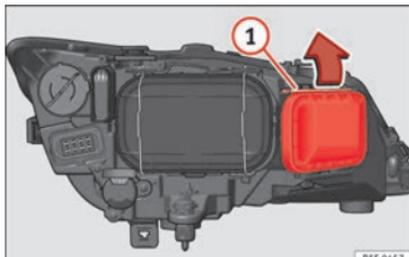

Fig. 210 Lámpara de luz de carretera.
- Desplace el tirante » **fig. 210 ①** en el sentido de la flecha y saque la tapa.